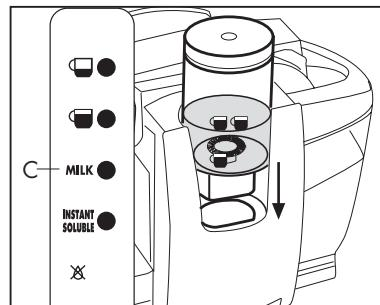

Fig. 12
- Vierta en el vaso la leche entre el nivel indicado por las tazas, introducir completamente el vaso con la batidora (10) en su sede, pulsar la tecla **MILK** (C) y esperar el fin de la preparación (Fig. 12)